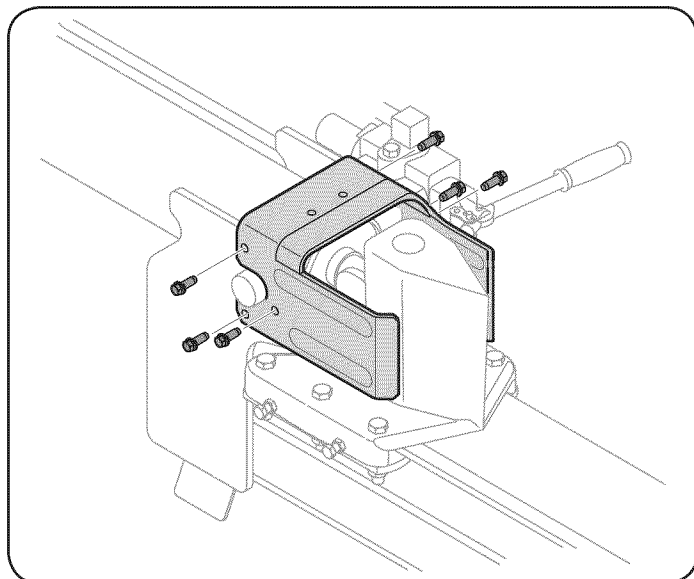

Figura 6
- Levante y deslice el cilindro hacia arriba hasta el tope de la vigueta y dentro de los soportes soldados. Vea la Figura 6.
- Coloque el liberador encima del montaje de la cuña y fíjelo en los soportes soldados con los herrajes extraídos previamente. Vea la Figura 6.
2. Retire la varilla del depósito venteado, que se encuentra en frente del motor, sobre el tanque de depósito. Vea la Figura 6.